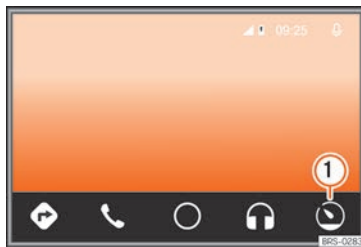

Fig. 188 Android Auto™ Menu
- On the Android Auto™ service press **>>> Fig. 188 ①**.